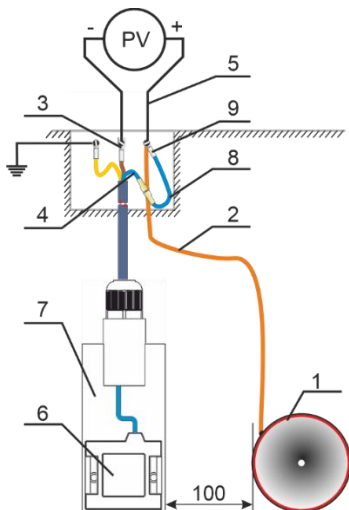

Рисунок 4
8.1.1 Положительную клемму прибора (5) присоединить к проводнику от трубопровода, отрицательную – к проводнику от электрода (3) согласно рис. 4.